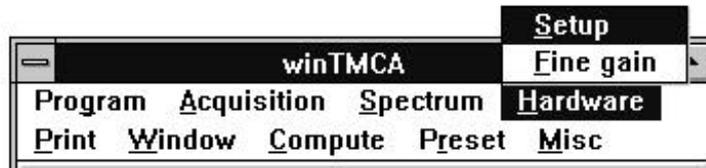

Abb. 3.2 Menüpunkte
Abschnitt (1) ist die **Menüleiste** in der sich analog zu MS-Windows[®] unter den verschiedenen Menüpunkten Befehlsleisten befinden, zu sehen in Abb. 3.2.